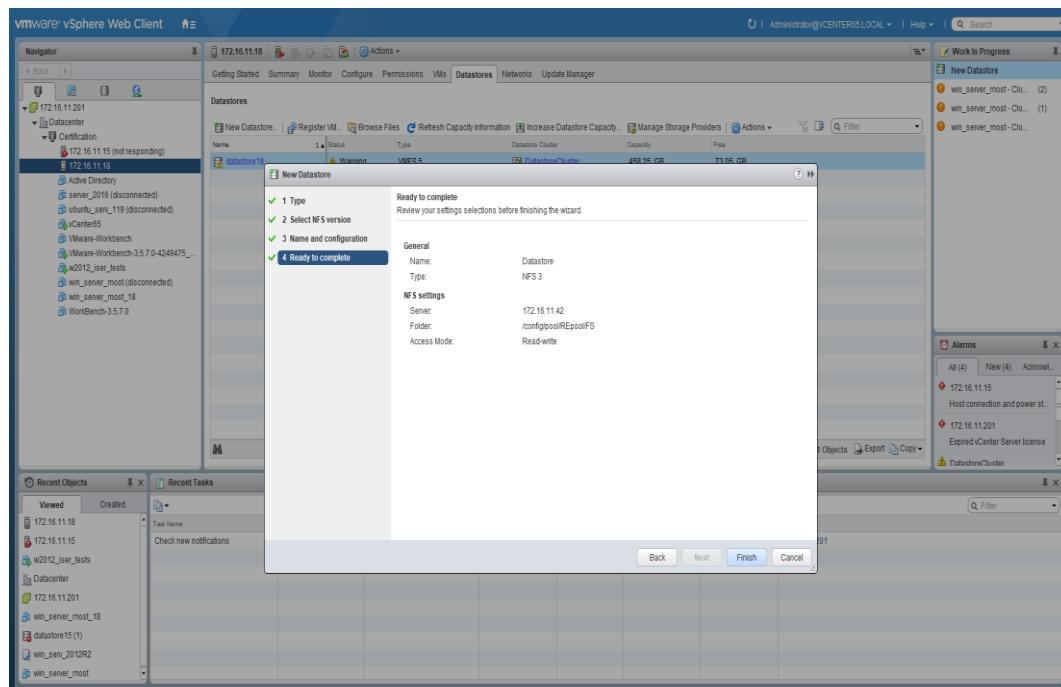

Рисунок 111. Подтверждение создания Datastore
10. Подтвердите введенные данные нажатием кнопки «Finish» (см. Рисунок 111).